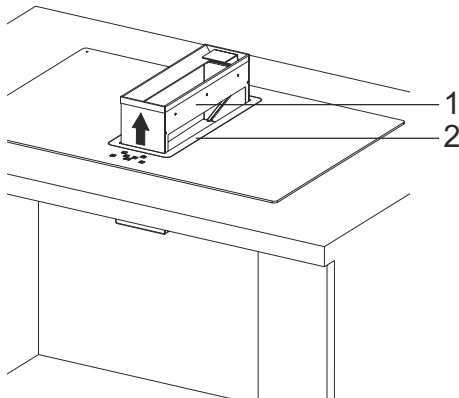

Fig. 6
13. ➤ For at sikre at væske og skidt ikke direkte ryger ind i motoren samles det i bunden af beholderen, som kan rumme begænset en mængde væske / skidt. (Fig. 6/2).
Løft beholderen og tag den ud af dens plads. (Fig. 6).